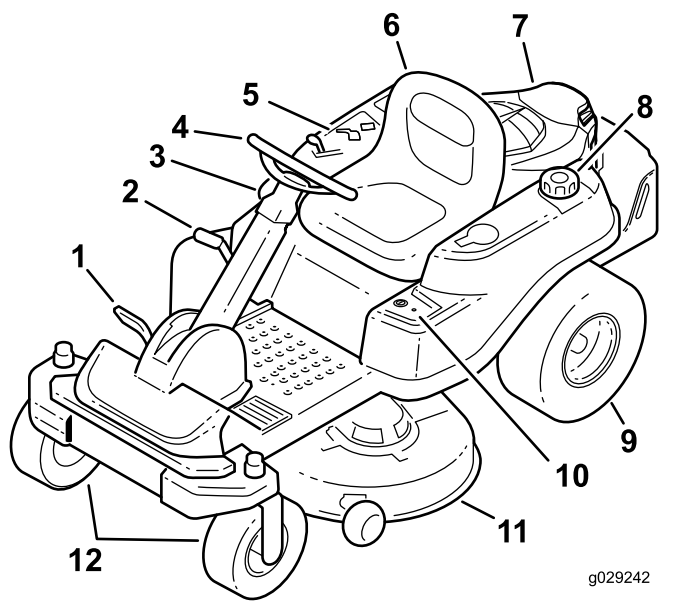
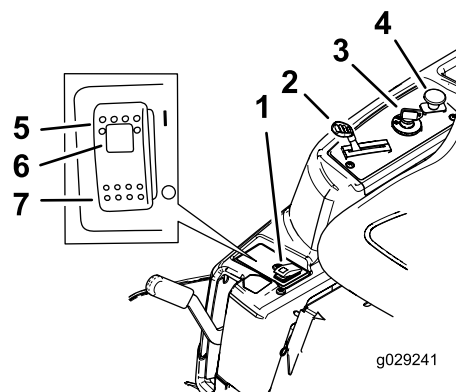

Figure 4
Figure 5
Avant de mettre le moteur en marche et d'utiliser la machine, familiarisez-vous avec toutes les commandes; voir Figure 4 et Figure 5.
L'accélérateur commande le régime moteur et peut se régler à l'infini entre BAS RÉGIME et HAUT RÉGIME (Figure 5).
La commande des lames (PDF) engage et désengage les lames du tablier de coupe (Figure 5).
- Appuyez sur la commande Smart Park™ pour la mettre à la position ACTIVÉE (Figure 5).